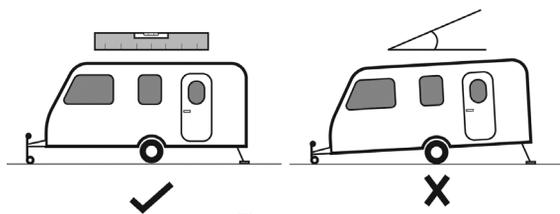

Figure 2
- (Figure 2) Veillez à ce que votre caravane, camping-car ou camionnette est placée sur une surface plane et sécurisée.